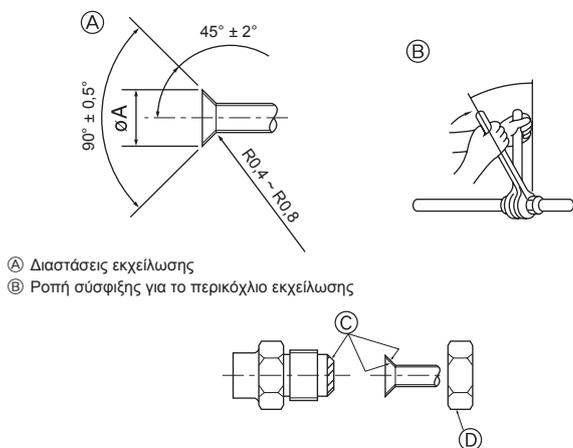

Fig. 4-1
- Πριν βιδώσετε το περικόχλιο εκχειλίωσης απλώστε στο σωλήνα και στην κοινή επιφάνεια που επικάθεται λεπτό στρώμα από ψυκτικό λάδι. Ⓐ (Fig. 4-1)
- Χρησιμοποιήστε δύο κλειδιά για να σφίξετε τις συνδέσεις των σωλήνων. Ⓑ (Fig. 4-1)
- Αλείψτε με ψυκτικό λάδι ολόκληρη την επιφάνεια στα διαπλατυσμένα τμήματα. Ⓒ (Fig. 4-1)
- Χρησιμοποιήστε τα παζμιάδια ρακόρ για το παρακάτω μέγεθος σωλήνα. Ⓓ (Fig. 4-1)
Ⓐ (Fig. 4-1)
Ⓑ (Fig. 4-1)